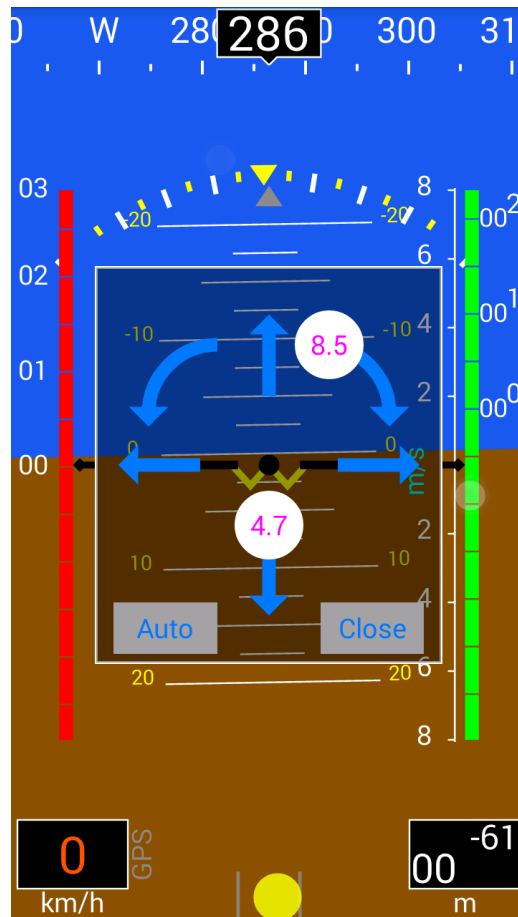

FIGURE 6 – AHRS leveling. Press "Auto" for automatic leveling, and/or use the arrows to manually adjust the AHRS and the compass
- L'AEFIS retourne à l'écran principal et la fenêtre "AHRS leveling" (Figure 6) apparaît.